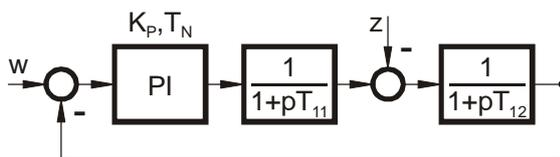
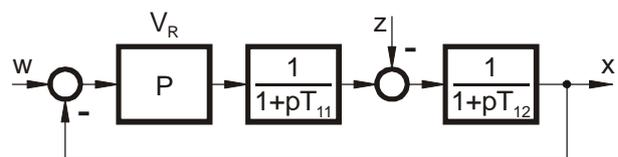
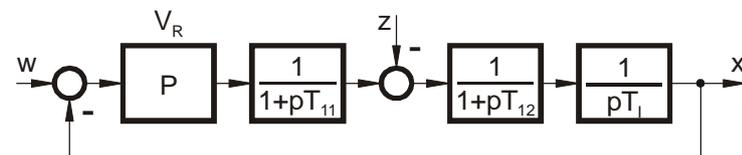

Bild 1
Bild 2
Bild 3
- Bestimmung der Regelverstärkung V_R für eine Phasenreserve von $65,5^\circ$ für den Regelkreis nach Bild 2 in allgemeiner Form und Berechnung für die Parameter:
- Bestimmung der Regelverstärkung V_R für eine Phasenreserve von $65,5^\circ$ für den Regelkreis nach Bild 3 in allgemeiner Form und Berechnung für die Parameter:
Hinweis: Die ermittelten Gleichungen zur Berechnung der Regelverstärkungen nach Bild 2 und Bild 3 werden für die Versuchsdurchführung benötigt!
Bestimmen Sie die bleibende Regelabweichung R_{1w} für die Regelkreise nach Bild 1 und 2 in allgemeiner Form.
Bestimmen Sie die bleibende Regelabweichung R_{1z} für die Regelkreise nach Bild 1 und Bild 3 in allgemeiner Form.
Untersuchung der Regelkreise nach Bild 1 mit $K_P = 5$ und $T_N = 100$ ms, und nach Bild 2 und Bild 3 mit den berechneten Werten V_R durch Aufschaltung der Führungsgröße w (Sprunghöhe 1 V) und Messung der Regelgröße x
Untersuchung der Regelkreise nach Bild 1 mit $K_P = 5$ und $T_N = 100$ ms, und nach Bild 3 mit den berechneten Werten V_R durch Aufschaltung der Störgröße z (Sprunghöhe 1 V) und Messung der Regelgröße x